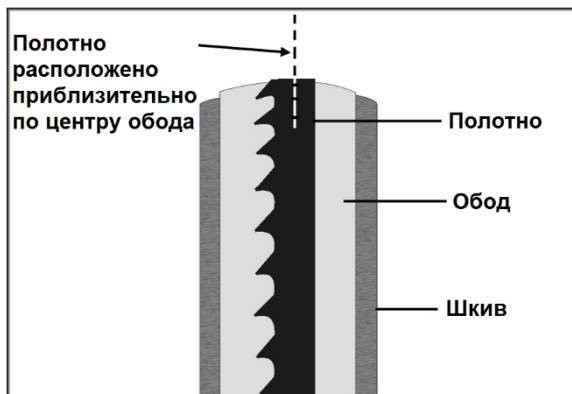

Рис. 22.
6. Вращайте шкив рукой и следите за положением полотна на шкиве через окно. Вращая шкив, переведите рычаг быстрого натяжения полотна в положение "Полное натяжение". Полотно должно идти по центру обода шкива (Рис. 22).